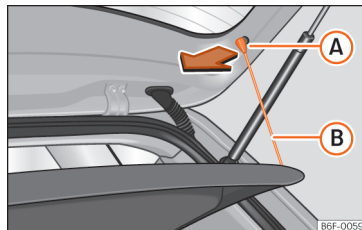

Abb. 173 Im Gepäckraum: Gepäckraumabdeckung aus- und einbauen.
- Hängen Sie die Haltebänder »» (Abb. 173) B aus den Aufnahmen A aus.
- Hängen Sie die Haltebänder »» (Abb. 173) B an der Heckklappe ein.